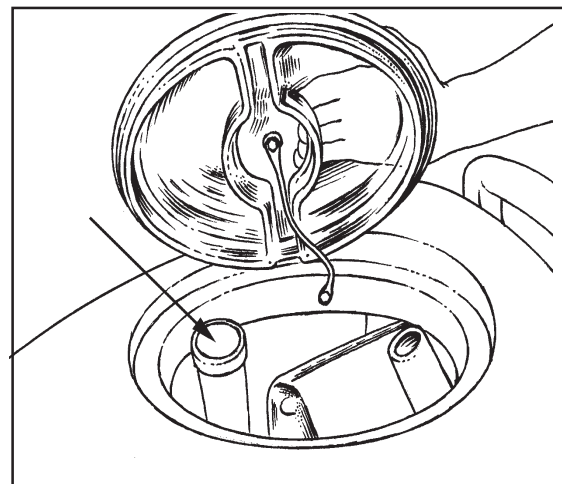

Figure 24
5. Vérifiez que le filtre du tamis qui protège le moteur d'aspiration est propre et correctement placé (voir figure 24).